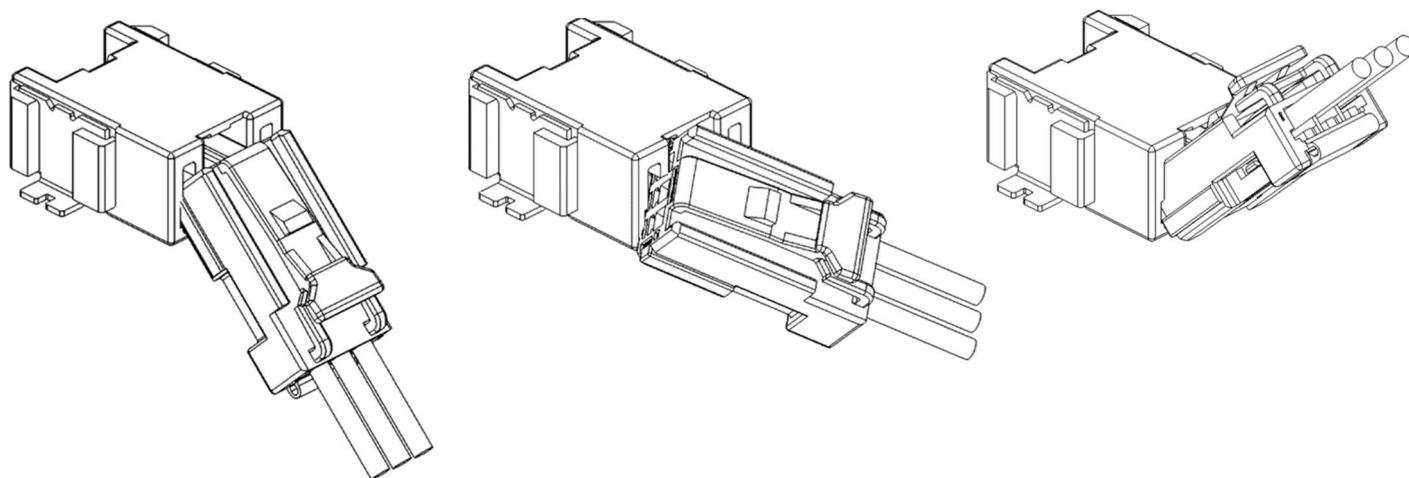

図 51.コネクタ無理嵌合姿勢
- ①コネクタを正規の向き以外、もしくは図 51 に示すような姿勢で無理に押し込まないで下さい。コネクタが破損・変形の恐れがあります。
- ②コネクタが破損・変形した場合は、使用せず新品と交換して下さい。